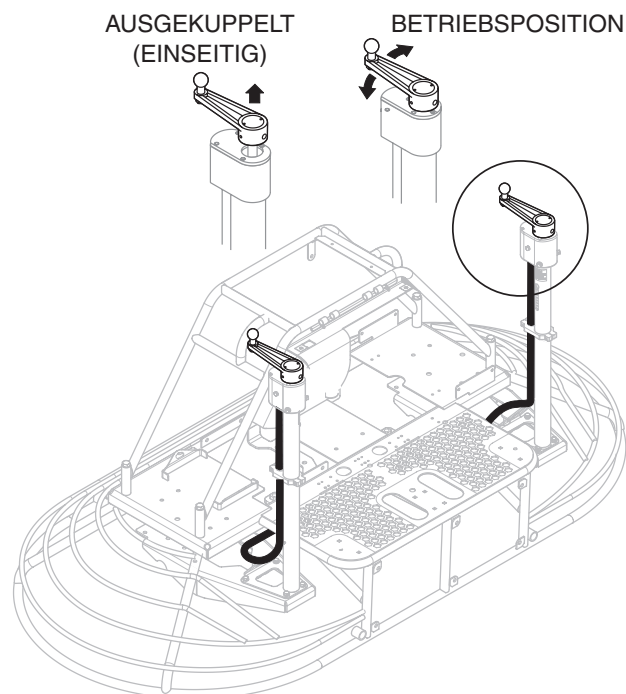

Abbildung 16. Neigungseinstellungsgehäuse
1. Heben Sie den Griff für die Neigungseinstellung (Abbildung 16) auf beiden Seiten an. Nach dem Anheben ist diese Seite aus dem Twin Pitch™-System gelöst.